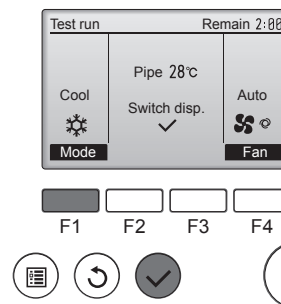

Fig. 7-3
- ① กดปุ่ม [F1] เพื่อเปลี่ยนโหมดการทำงาน (Fig. 7-3)